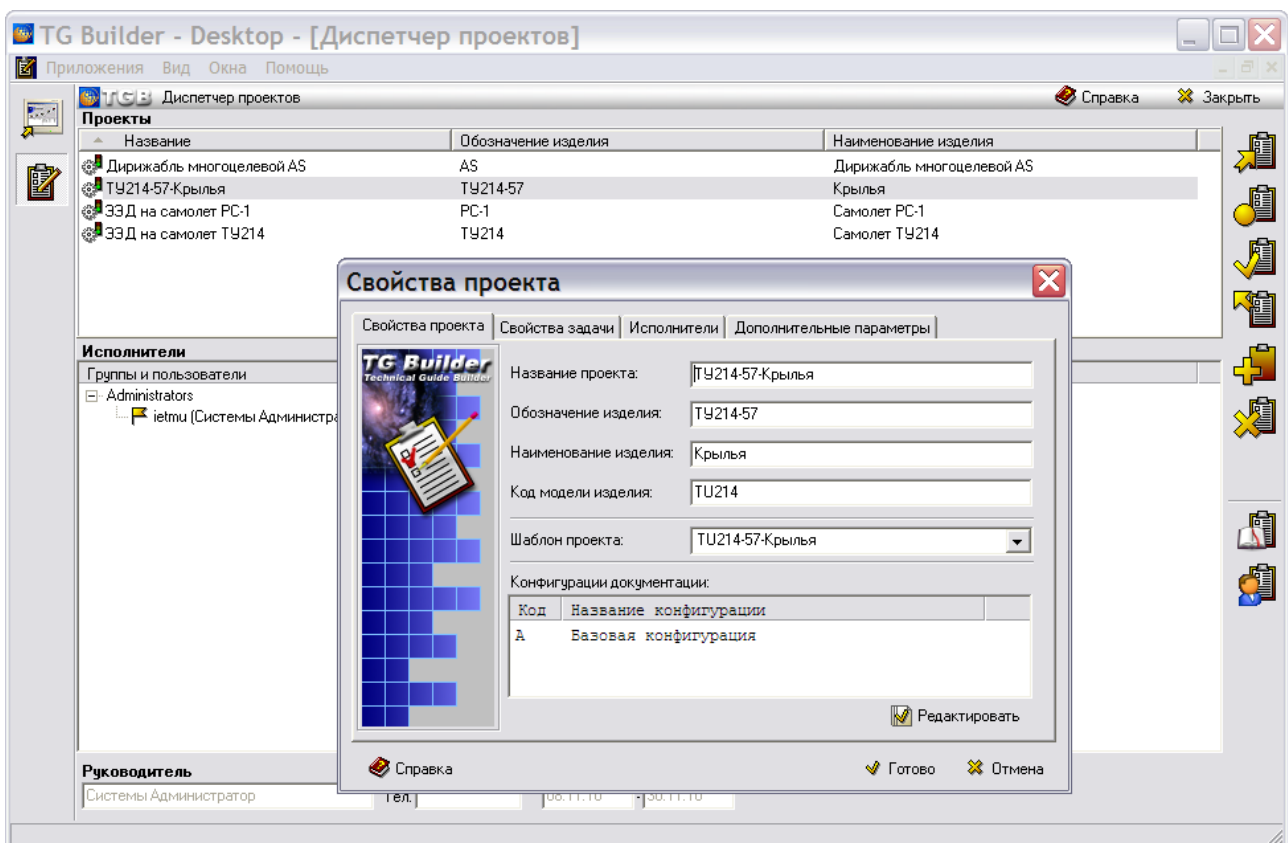

Рис. 24.2. Создание проекта
1. Создайте в системе TG Builder новый проект с использованием разработанного заранее шаблона проекта (Рис. 24.2). Шаблон проекта создается в программном модуле TG Designer и содержит набор базовых правил для построения проекта.